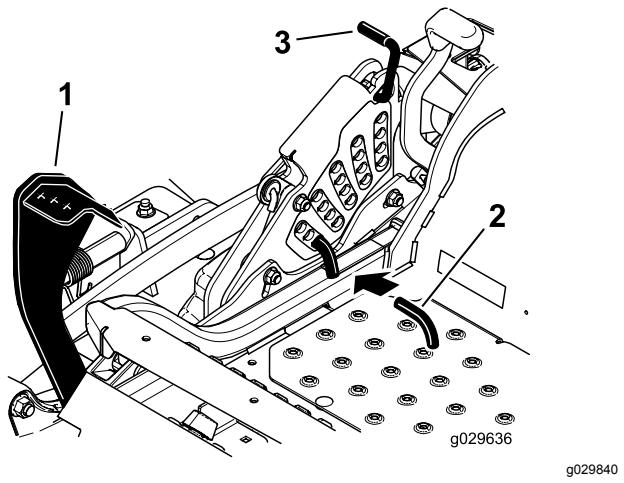

Figura 90
5. Empuje el pedal de elevación de la carcasa hacia delante del todo; la carcasa se enganchará en la posición de transporte de 14 cm (5½") (Figura 90).